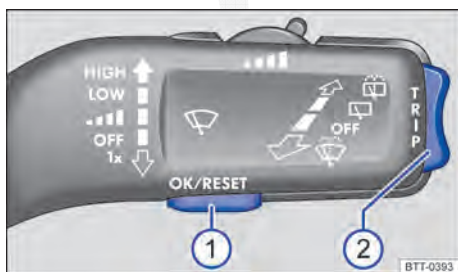

Fig. 15 Veículos sem volante multifunções: botão ① na alavanca dos limpadores dos vidros para confirmar itens de menu e chave ② para alternar os menus.
Em veículos com volante multifunções, ⇒ Fig. 16 os botões da alavanca dos limpadores dos vidros não existem ⇒ Fig. 15. Assim, o sistema de informação Volkswagen é operado exclusivamente por meio dos botões do volante multifunções.
- Caso uma mensagem ou o pictograma de veículo sejam exibidos, pressionar o botão  ⇒ Fig. 15 ① na alavanca dos limpadores dos vidros ou o botão  no volante multifunções ⇒ Fig. 16.
- *No comando com alavanca dos limpadores dos vidros:* para listar o menu principal ⇒ Página 34 ou para retornar de outro menu para o menu principal, manter a chave ⇒ Fig. 15 ② pressionada.
- Pressionar a chave ⇒ Fig. 15 ② na alavanca dos limpadores dos vidros em cima ou em baixo ou pressionar os botões de seta ou ⇒ Fig. 16 no volante multifunções, até que o item de menu desejado esteja marcado.
- Para acessar o item de submenu, pressionar o botão ⇒ Fig. 15 ① na alavanca dos limpadores dos vidros ou o botão ⇒ Fig. 16 no volante multifunções .
- Utilizando a chave na alavanca dos limpadores dos vidros ⇒ Fig. 15 ② ou os botões de seta ou no volante multifunções ⇒ Fig. 16, adotar as modificações desejadas. Se necessário, manter pressionado para aumentar ou diminuir os valores mais rapidamente.
- Selecionar ou confirmar a seleção com o botão ⇒ Fig. 15 ① na alavanca dos limpadores dos vidros ou com o botão ⇒ Fig. 16 no volante multifunções.
- *No comando com a alavanca dos limpadores dos vidros:* manter a chave ⇒ Fig. 15 ② pressionada.